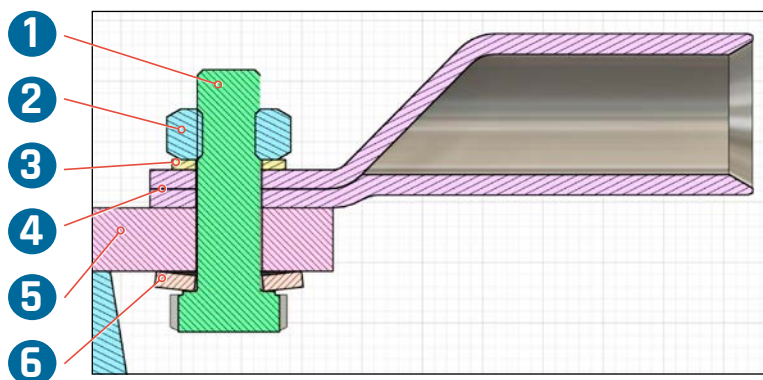

Abb. 18: Verschraubung AC-PE-N-Anschlussklemme
- *Es ist der korrekte Aufbau der Verschraubung laut Abb. 18 zu beachten*